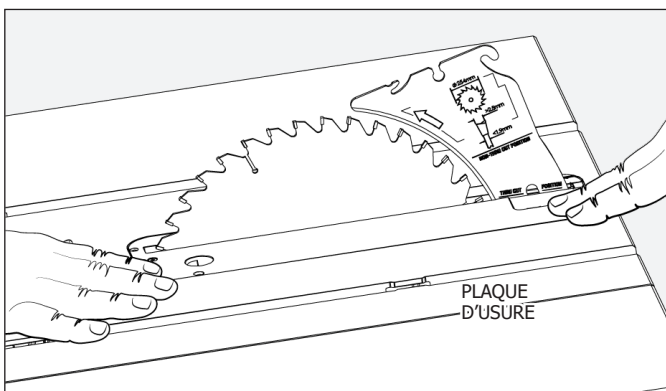

FIGURE 13
Insérez la languette arrière de la passe-lame (G) (l'extrémité avec les plaques d'usure) sous la surface de la table, et entrez l'extrémité avant en place (figure 13).
Vérifier que la plaque à gorge est bien ajustée à la table. L'avant de la passe-lame doit être au niveau ou légèrement en dessous de la surface de la table et l'arrière de la passe-lame doit être au niveau ou légèrement au-dessus de la surface de la table (figure 13).